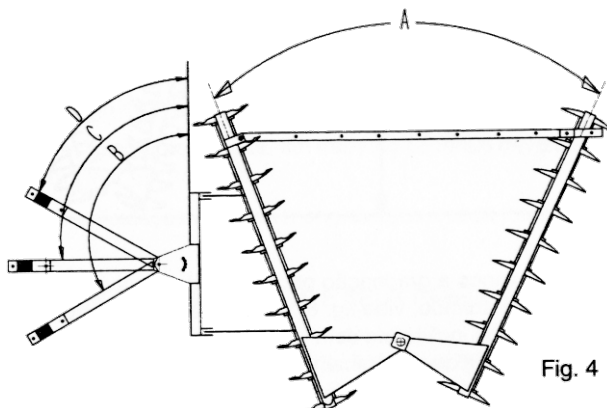

Fig. 4
- 7.1) A montagem do conjunto frontal no cabeçalho, pode ser feita com diferentes ângulos em relação ao movimento do trator. A estes ângulos, denominamos travamento da grade, vide fig.4. Com um ângulo maior, B, isto é, quase perpendicular à direção